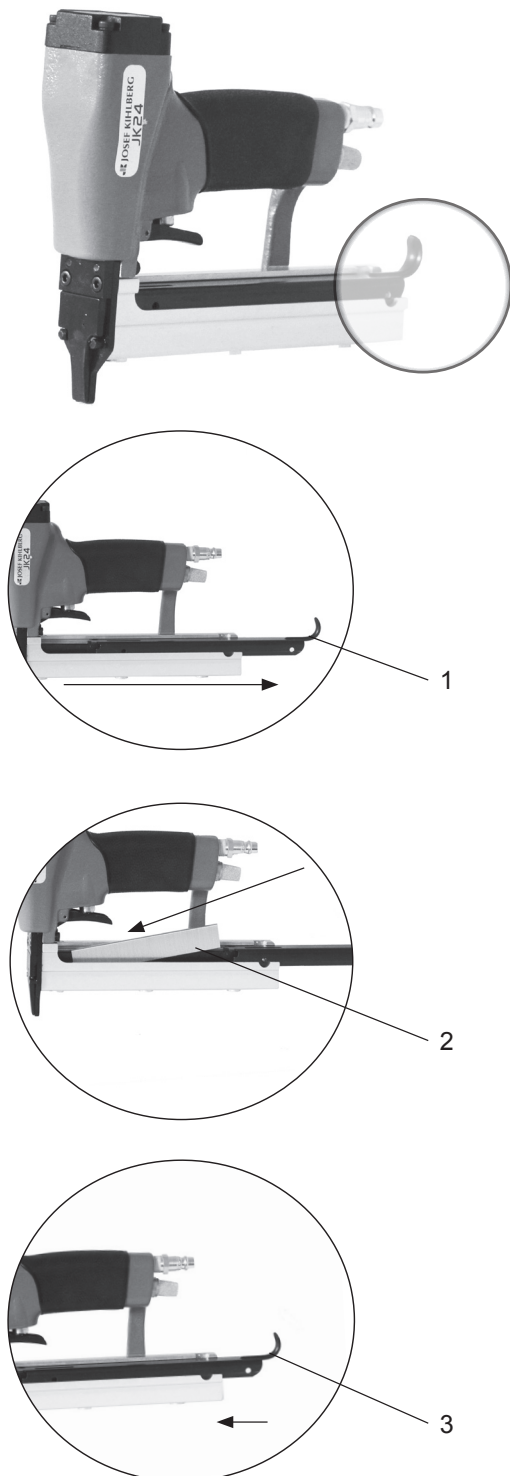

Fig. 4
1. Drag ut magasinlocket till sitt bakre läge (Fig. 4/1).